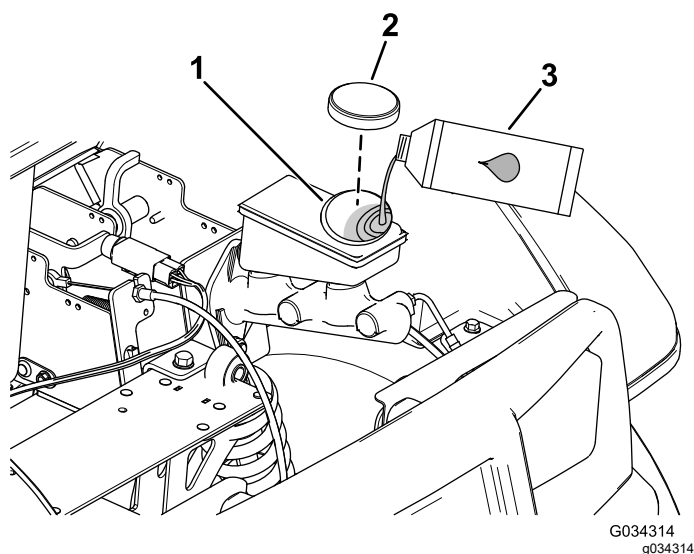

Рисунок 51
2. Поднимите капот, чтобы получить доступ к главному тормозному цилиндру и бачку (Рисунок 51).
- А. Очистите область вокруг крышки бачка и снимите крышку (Рисунок 51).
- С. Установите на место крышку бака (Рисунок 51).